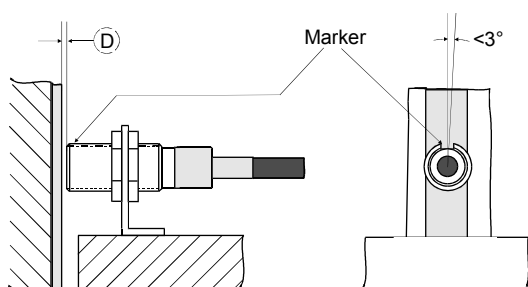

Abbildung 2
- Die Mechanik bzw. Montagewinkel müssen auf dem gesamten Messweg die vorgegebenen Toleranzen zwischen Sensor und Band gewährleisten (s. Abbildung 2). Ein Kontakt zwischen Sensor und Band muss verhindert werden.